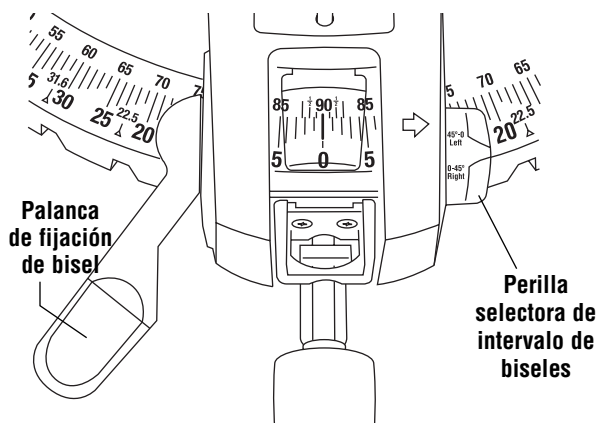

Figura 1.
Seleccione el intervalo de biseles deseado utilizando la perilla selectora de intervalo de biseles (Figura 1).
- b. Suba la palanca de fijación de bisel para soltar el cierre de fijación de bisel (Figura 1).
- b. Suba la palanca de fijación de bisel para soltar el cierre de bisel (Figura 1).